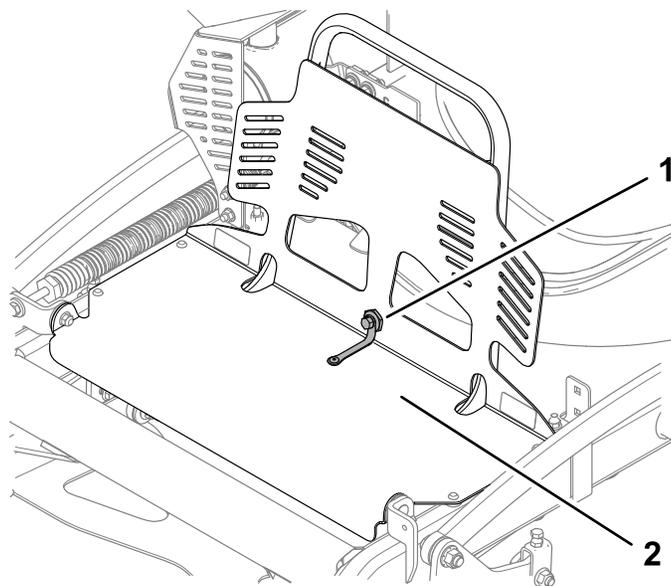

Рисунок 29
1. Удалите болт и гайку с буртиком, которые крепят защиту двигателя к накладке защиты (Рисунок 29).
4. Прикрепите защиту двигателя к накладке защиты при помощи болта и гайки с буртиком, как показано на Рисунок 29.